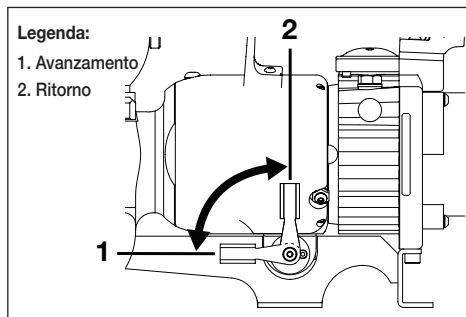

Figura 5, Posizioni della leva direzionale
La leva direzionale è posta sul lato sinistro dell'attrezzo. Tramite questa leva si stabilisce la direzione di spostamento del pistone durante il funzionamento dell'attrezzo. Vedere la figura 5.
4. Verificare che la leva direzionale si trovi in posizione di avanzamento pistone (posizione 1). Vedere la figura 5.
- 11. Spostare la leva nella posizione di ritorno (posizione 2). Vedere la figura 5.